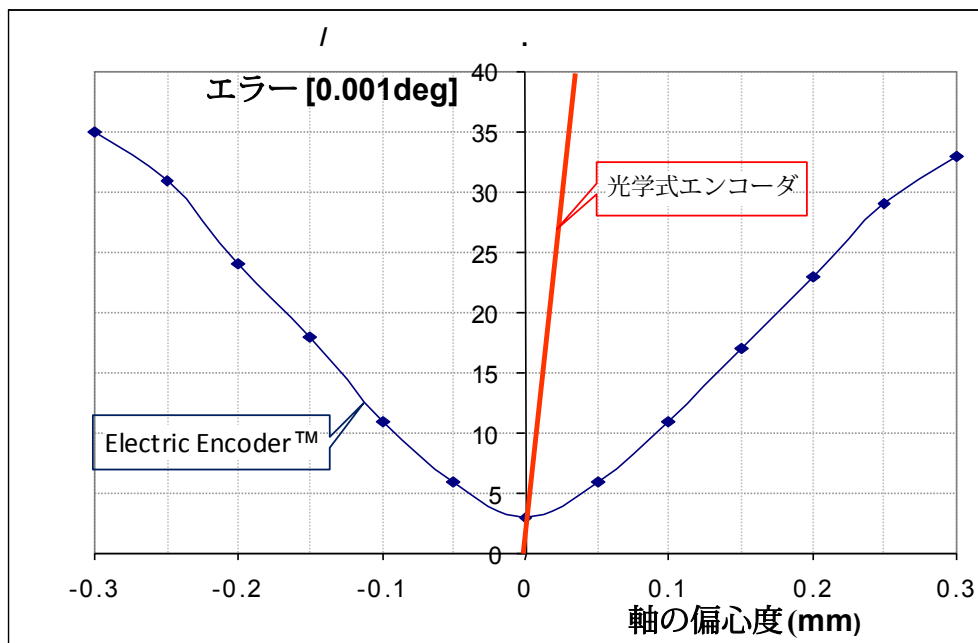

図 4.
2.1 幾何学的補正 - エンコーダーの2つの対向する各領域は傾斜に対して反対に作用し、**ElectricEncoder™**ローター平面の平行移動も軸方向の動きの影響を受けません。したがって、他のどのエンコーダよりも回転のみに敏感であるという点で「理想」に近づきます。実用的な利点の1つは、同等の精度の光学式エンコーダとは異なり、内部ボールベアリングは不要で、ロータはフレキシブルシャフトカップリング等なしでシャフトに直接取り付けことができます。この独自のフローティング構造により、中空シャフトの軸方向のスペースが限りなく小さくなるだけでなく、経年劣化する機構が排除されるため、信頼性も向上します。図4は、同じ直径の光学式エンコーダと比較して、**ElectricEncoder™**のローター偏心度によって引き起こされるエラーが大幅に少ないことを示しています。